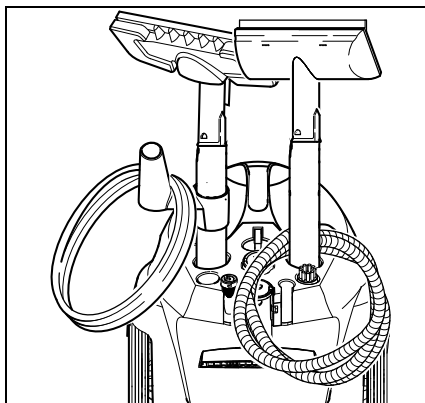

Fig. 3
- Placer le tube de rallonge dans le grand support d'accessoires (voir figure 3).